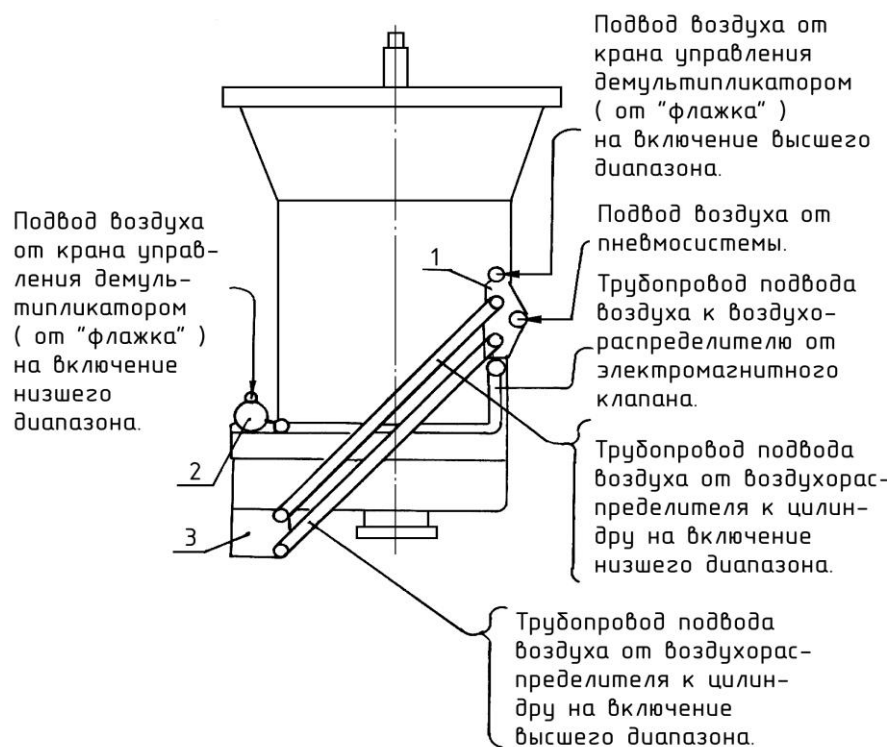

Рисунок 5. Схема расположения мест подвода воздуха пневматического привода демультипликатора.
- присоединить трубопроводы подвода воздуха от крана управления демультипликатором к воздухораспределителю и электромагнитному клапану (см. рисунок 5);